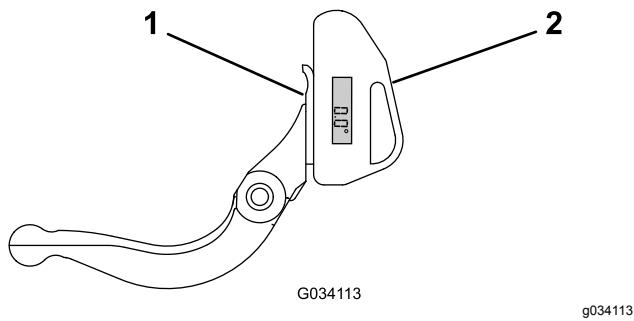

Figura 34
1. Coloque el indicador de ángulo en el lado inferior de la contracuchilla, según se muestra en Figura 34.